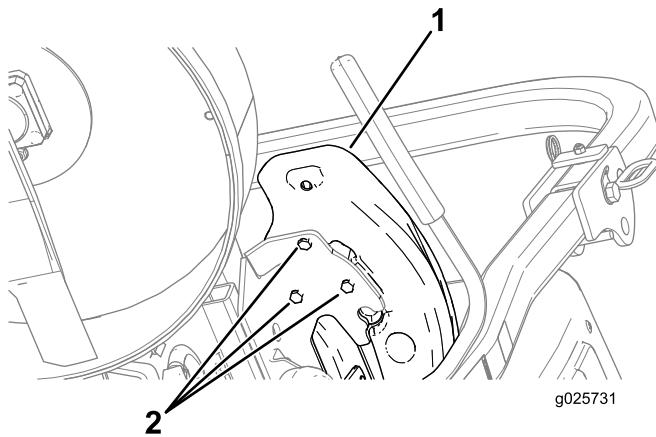

Bild 5
9. Entfernen Sie das linke Verkleidung, indem Sie die drei Sechskantschrauben (5/16" x $5\frac{1}{8}$) entfernen, wie in Bild 5 dargestellt.
11. Befestigen Sie die linke Verkleidung mit drei Sechskantschrauben (5/16" x 5/8"), wie in Bild 5 abgebildet.